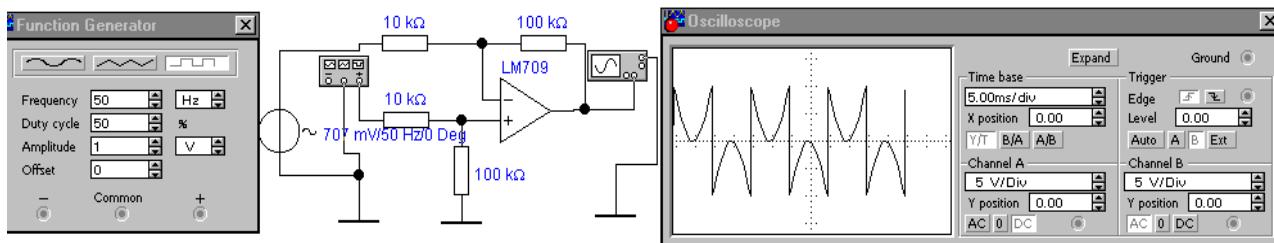

Рис.2.1
1. Зарисовать временные диаграммы входных  $U_{вх1}$ ,  $U_{вх2}$  сигналов, подав на инвертирующий вход  $U_{вх1}$  гармонический сигнал с амплитудой 1В и частотой 50 Гц, а на неинвертирующий вход  $U_{вх2}$  сигнал прямоугольной формы, такой же амплитуды и частоты (Рис.2.1).